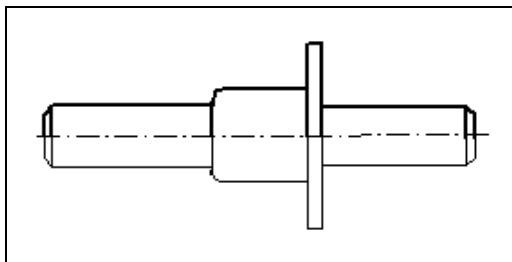

Рис. 10.7. Построение симметрии объекта (Эскиз 8)
- ◆ укажите "ловушкой" на ось — система выполнит построение симметричного изображения. Сохраните его как **Эскиз 8** (рис. 10.7). Эскиз чертежа готов, но пока он без размеров. Их будем проставлять в *уроке 11*.